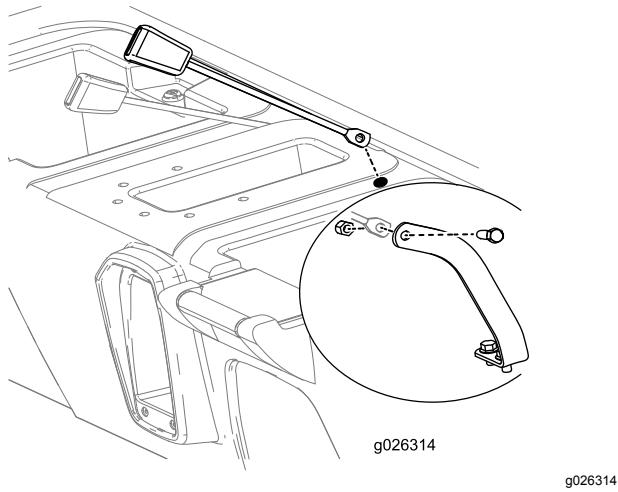

図 11
8. 各シートベルトのロックアセンブリの受け側を、座席ベースに開けた穴の1つに通す 図 11。